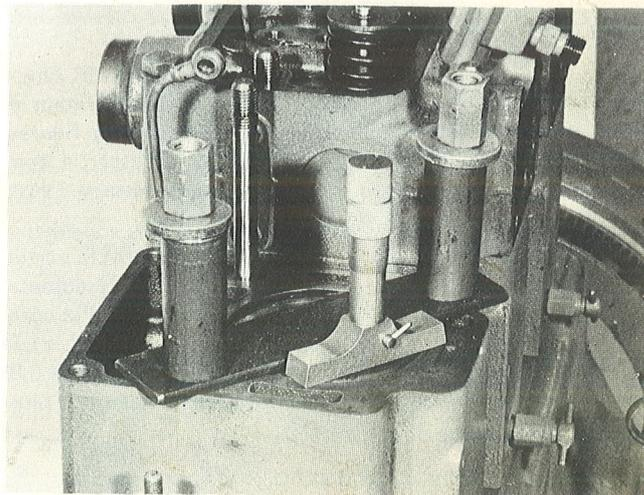
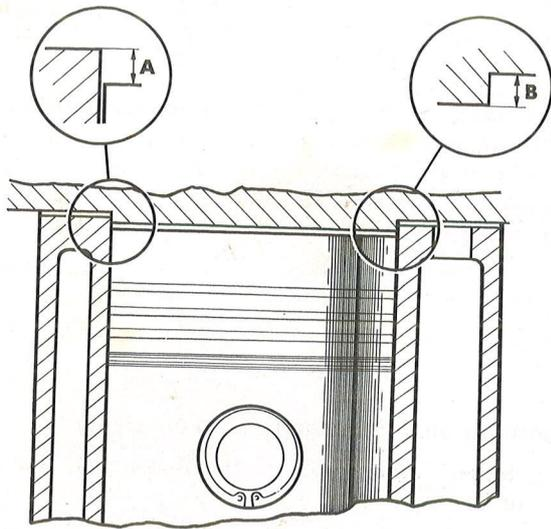
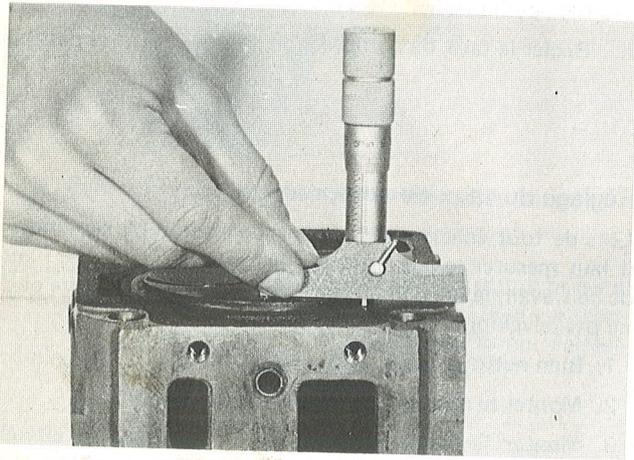

Figure 21. Fixation du bloc-cylindres et mesure de la cote "A" comme indiqué sur la figure 22.
Figure 22.
Figure 23. Mesure de la cote "B" comme indiqué sur la figure 22.
4. Bien serrer le bloc-cylindres de manière à le presser contre le carter de moteur (voir figure 21).
6. Mesurer la distance de la partie supérieure du bloc-cylindres au piston en se servant d'un comparateur à cadran et d'un micromètre de profondeur, voir figures 21 et 22. A cette cote "A", figure 22, ajouter 1,4 mm et l'on aura l'épaisseur du joint de culasse à l'état comprimé.
7. Mesurer ensuite la différence de hauteur entre la partie enfoncée de la culasse et le plan d'étanchéité comme indiqué sur la figure 23. Cette cote correspond à la cote "B" de la figure 22. De la valeur relevée "A" + 1,4 mm, retrancher la cote "B". Le résultat doit être de 0,8 à 0,9 mm. On doit s'efforcer d'avoir la valeur la plus proche possible de 0,8 mm.